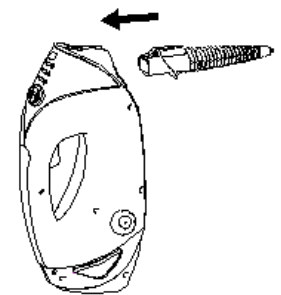

Abb. 12
- Befestigen Sie zunächst die gerade Dampfdüse auf dem mobilen Dampfreiniger, bis sie einrastet (Abb. 12).